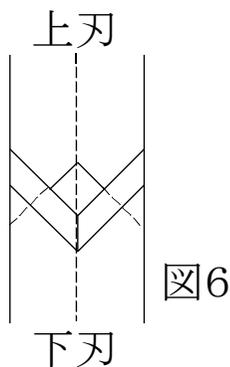

図6
- 刃を取り付けた後、図6のように上刃と下刃がずれていない事を確認して下さい。
カッターブロックとヤトイが平行になっていた場合、又は、上記の事を行ってもずれている場合は、CのネジとBのネジを緩め、図6のように、刃を閉じた状態で上刃と下刃がずれないようにして、Bのネジを締めて下さい。その後に、下刃ホルダーを下刃にしっかりと密着させ、Cのネジを締めて下さい。〈図4参照〉